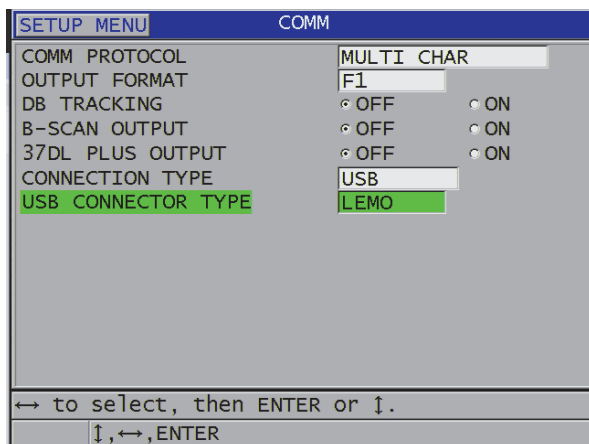

Figura 14-1 Selección de la conexión USB y el tipo de conector
6. En la pantalla **COMANDO**, determine el parámetro **TIPO CONEXIÓN** (CONNECTION TYPE) a **USB** (ver Figura 14-1 en la página 281).